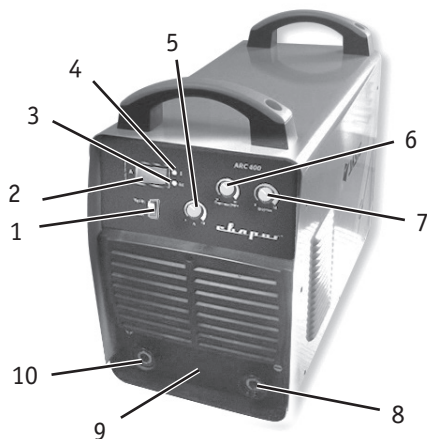

Рис. 1.1
2. Подсоедините сварочные кабели. На передней панели сварочного аппарата имеется две панельных розетки «+» и «-» (8 и 10) (**рис. 1.1**). Существует два способа подключения сварочных принадлежностей:
4. Установите способ сварки MMA с помощью регулятора (1) **(рис. 1.1.)**.
5. Установите требуемую величину сварочного тока с помощью регулятора (5) **(рис. 1.1)** Устанавливайте значения сварочного тока, в зависимости от диаметра электрода, типа материала, требований технологического процесса и нормативной документации
6. Установите значение «горячего старта» (6) **(рис. 1.1)**. Регулируя величину «горячего старта» добейте, чтобы зажигание дуги происходило легко, с одного касания, а электрод не прилипал к металлу.
7. Установите значение «форсажа дуги» (7) **(рис. 1.1)**. Регулятор форсажа дуги служит для облегчения процесса сварки, особенно при малых значениях сварочного тока, установите значение форсажа дуги в зависимости от конкретных условий сварки.
Аппараты данной серии предусматривают возможность подключения пульта дистанционного управления. При использовании пульта дистанционного управления, подключите кабель дистанционного управления в соответствующий разъем в нижней части передней панели сварочного аппарата (9) **(рис. 1.1)** и зафиксируйте его.
1. Выберите режим TIG на передней панели аппарата. (1) **(рис. 1.1)**.
2. Вставьте разъем горелки со специальным силовым наконечником с подводом газа в соответствующий разъем со знаком «-» (8) **(рис. 1.1)** на панели аппарата, поверните его до упора по часовой стрелке, плотно зафиксируйте.
3. Вставьте обратный кабель в гнездо, помеченное знаком «+» (10) **(рис. 1.1)** на передней панели, закрутите ее по часовой стрелке. Закрепите заземляющий зажим на заготовке.